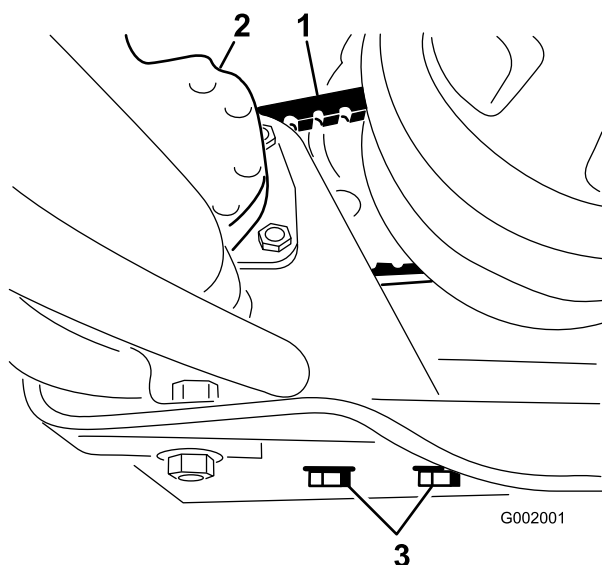

図 64
2. ステアリング・ポンプの取り付けボルトをゆるめる（図 64）。